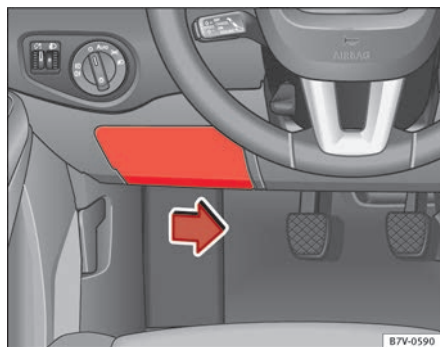

Fig. 199 No painel de instrumentos do lado do condutor: tampa da caixa de fusíveis.
- Para soltar a tampa, desloque o manípulo de accionamento, situado na parte inferior do mesmo, para a direita ⇒ Fig. 199.